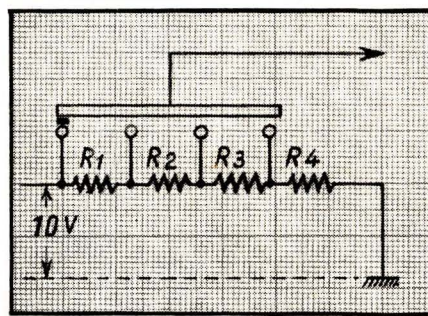

Fig. 3
**P 20.** — On se propose de réaliser un atténuateur élémentaire, sous forme d'un diviseur de tension commutable de la figure 3. En supposant que la résistance totale est de 500 k $\Omega$ , calculer les résistances  $R_1$ ,  $R_2$ ,  $R_3$  et  $R_4$  (à 1 % près) dans les deux cas suivants : a. — L'atténuation à obtenir est de 3,16 par plot;
La platine imprimée, comportant les circuits représentés dans la figure 3, est montée à l'arrière du galvanomètre. Audessous de ce dernier se trouvent les boutons de zéro et de tarage R, ainsi que le contacteur à touches permettant de choisir les fonctions. Plus bas encore, on trouve, flanqué des bornes d'entrée, le commutateur des gammes.
« zéro à entrée fermée » de façon qu'il coïncide avec la déviation obtenue à entrée ouverte. A moins d'un défaut d'isolement, il ne doit pas y avoir alors, sur les autres gammes, de différence entre ces deux zéros. A l'aide d'une tension connue avec précision, on ajuste ensuite le potentiomètre de sensibilité V-A (fig. 7). A condition qu'on soit sûr des résistances étalonnées utilisées, ce réglage peut être fait sur n'importe quelle gamme; il sera également valable pour la fonction « Intensités ». Si le potentiomètre de sensibilité semble avoir une résistance trop faible, il convient d'augmenter la contre-réaction apériodique de l'amplificateur de mesure. Si, au contraire, l'ajustage ne peut être obtenu que pour une valeur presque nulle du rhéostat de sensibilité, il faut remplacer l'un des transistors par un type présentant un gain en courant plus élevé. Sur la fonction « Tensions alternatives », on ajuste d'abord le zéro par le potentiomètre de polarisation (fig. 3), ensuite la sensibilité par le réglage correspondant de la figure 7.